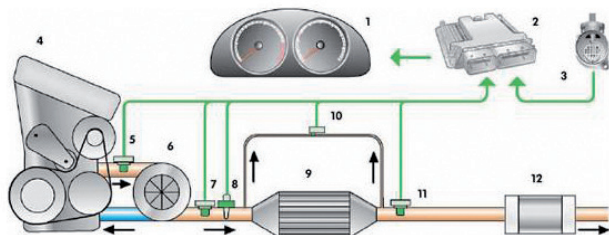

Figure 1. DPF
- Système de filtre à particules sans additif (DPF)(figure 1).